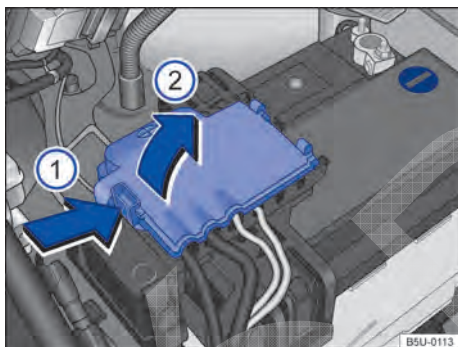

Fig. 178 Compartimento do motor: acesso ao terminal positivo da bateria.
- Abrir a cobertura do polo positivo. Para abrir pressionar a trava no sentido da seta → Fig. 178 (1), rebater a cobertura para o lado no sentido da seta (2).
- Conectar uma extremidade do cabo auxiliar de partida *vermelho* ao polo positivo (+) do veículo com a bateria do veículo descarregada (A) → ⚠.
- Conectar a outra extremidade do cabo auxiliar de partida *vermelho* ao polo positivo (+) da bateria do veículo fornecedora de corrente (B).
- Conectar uma extremidade do cabo auxiliar de partida *preto* ao polo negativo (-) da bateria do veículo fornecedora de corrente (B).
- Conectar a outra extremidade do cabo auxiliar de partida *preto* (X) no veículo com a bateria do veículo descarregada em uma peça maciça de metal aparafusada firmemente ao bloco do motor ou no próprio bloco do motor - porém não nas proximidades da bateria (A) → ⚠.